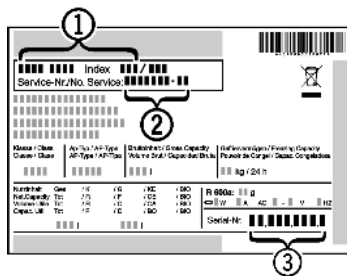

Fig. 18
- ▶ Skåpbeteckning *Fig. 18 (1)*, service-nr. *Fig. 18 (2)* och serie-nr. *Fig. 18 (3)* finns på typskylten. Denna sitter på vänster sida inne i skåpet.
- ▶ Kontakta kundtjänst och meddela felet, skåpbeteckning *Fig. 18 (1)*, service-nr. *Fig. 18 (2)* och serie-nr. *Fig. 18 (3)*.